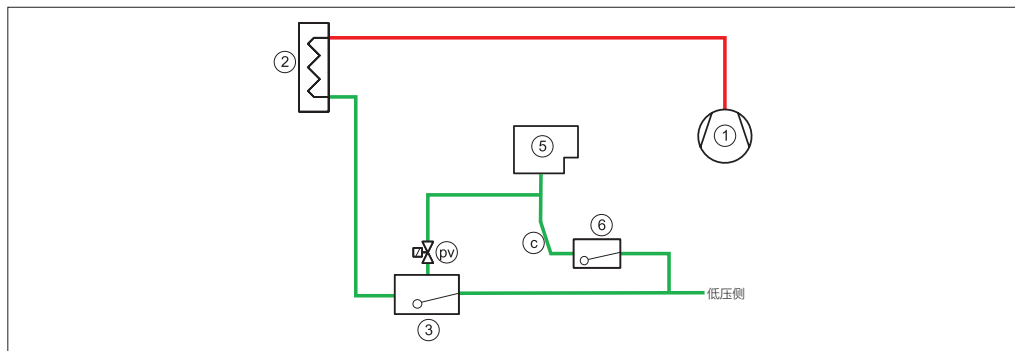

图 8 - 空气分离器的连接 (pv)。排液配管 (c) 必须垂直布置或呈下斜坡布置
对于带有高压液位控制的系统，空气将集聚在浮球阀 (3) 中 (参见图 8)。